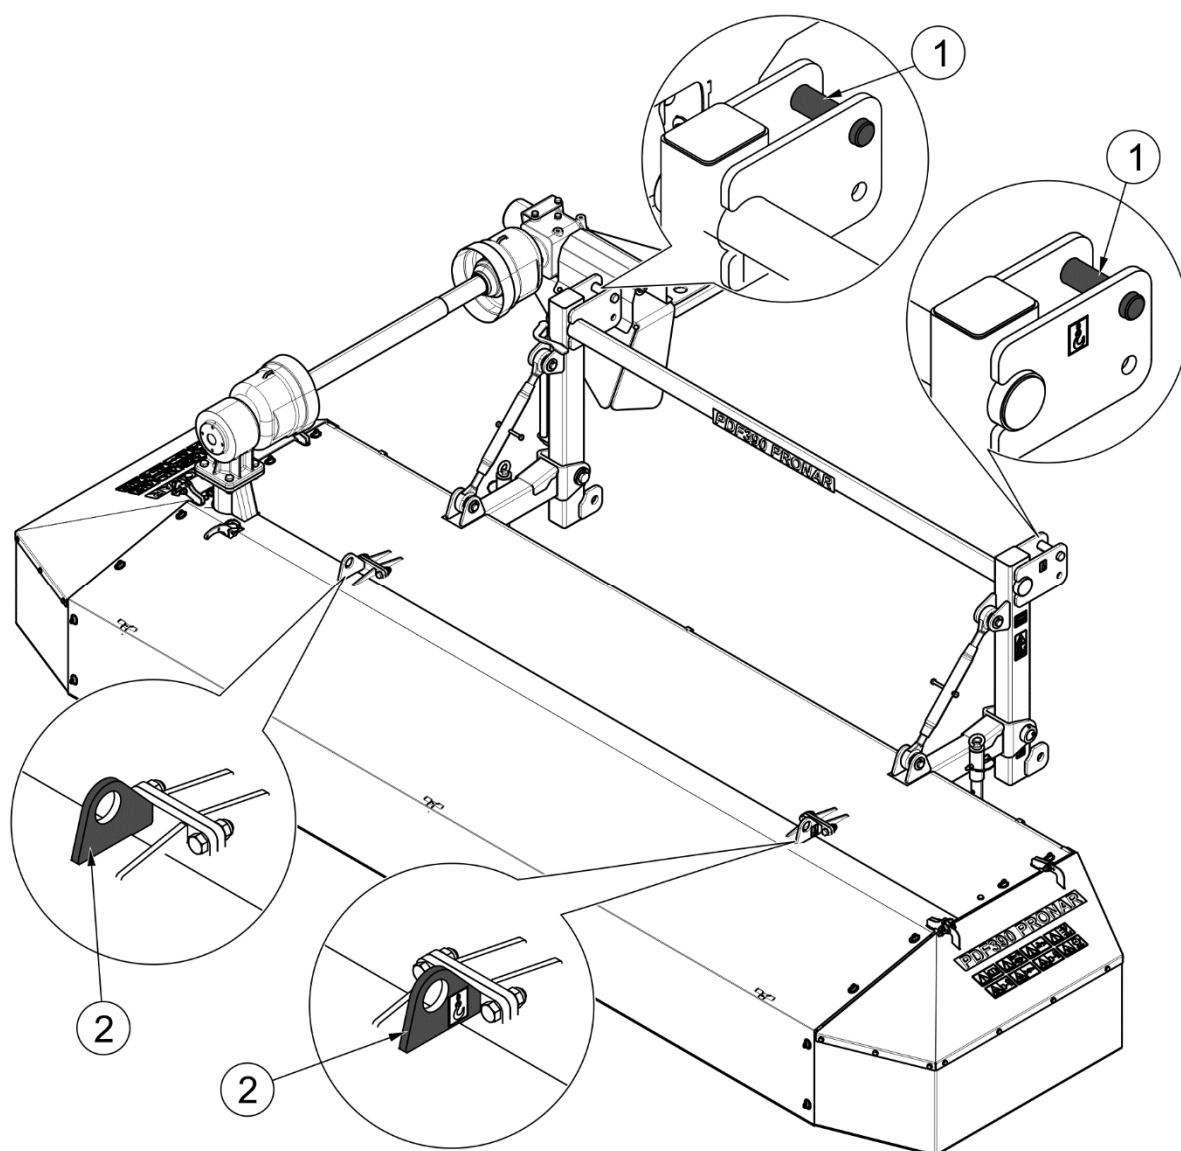

РИСУНОК 1.2 Транспортные захваты
При загрузке на транспортное средство подсоединение косилки к подъемным устройствам осуществляется в предназначенных специально для этого местах (*РИСУНОК 1.2 "Транспортные захваты"*), т.е. за верхний шкворень подвески (1) и транспортный захват (2).